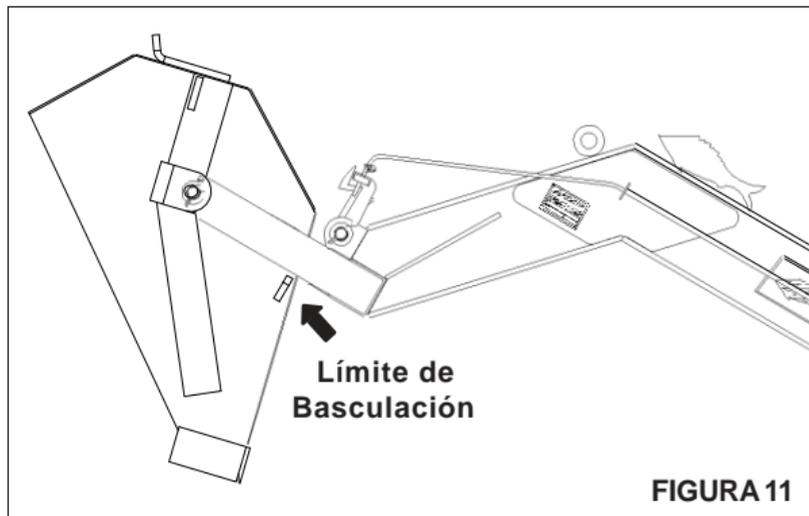

FIGURAS 10
2 - Tire la palanca (1) accionando el sistema de desarme del cubo (2), conforme muestra **los detalles "E" y "F"**, FIGURAS 10.